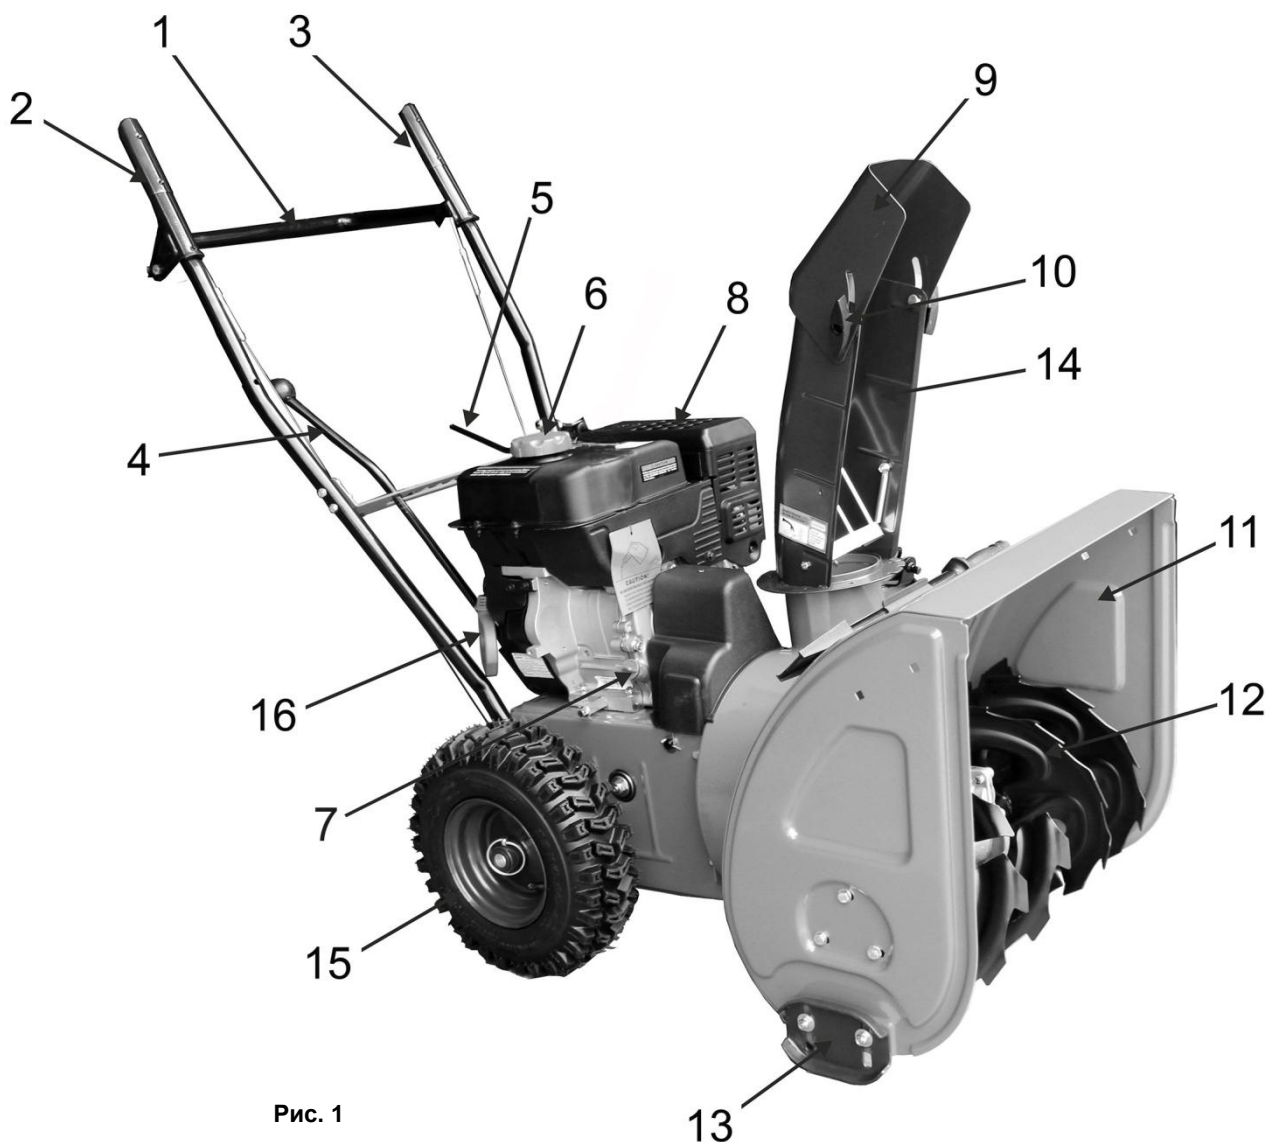

Рис. 1
- Снегоуборщик вращением лопастей шнека (12)(См. Рис.1) убирает снежный покров с ровных площадей, и через снегоотвод (14) выбрасывает его в выбранную сторону.
- Шнек (12)(См. Рис.1) - винтовой механизм в виде стержня с наклонными лопастями, приводимый в действие двигателем. Шнек захватывает, и транспортирует снежную массу внутрь снегоуборщика на вращающуюся
- Снегозаборник (11)(См. Рис.1) служит для захвата снега и направления его потока в рабочую зону снегоборщика (на шнек).
Рычаг привода колес (2)(См. Рис.1)
- При нажатии рычага привода колес (2), включается система привода, и снегоборщик начинает движение.
- При отпуске рычага привода колес (2), привод отключается, и снегоборщик прекращает движение.
Рычаг привода шнека (3)(См. Рис.1)
- При нажатии рычага привода шнека (3), включается система привода, и лопасти шнека (12)(См. Рис.1) начинают вращение.
Рычаг переключения скоростей (4)(См. Рис.1)
- Для изменения скорости и направления движения: остановите снегоборщик и вращение шнека, переведите рычаг (4)(См. Рис.1) в соответствующее выбранному режиму движения положение.
- Установите желоб снегоотвода (14)(См. Рис.1) на выпускной канал импеллера.
- Установить в отверстие на рычаге управления (2; 3)(См. Рис.1) верхний Z-образный конец троса (22)(См. Рис.5).
- Установите/замените ограничительные башмаки (13)(См. Рис.1; 7) с каждой стороны снегозаборника.
- Рычаги приводов колес и шнека (2) и (3) должны прижиматься к рукояткам руля управления (1)(См. Рис.1) без чрезмерных усилий.